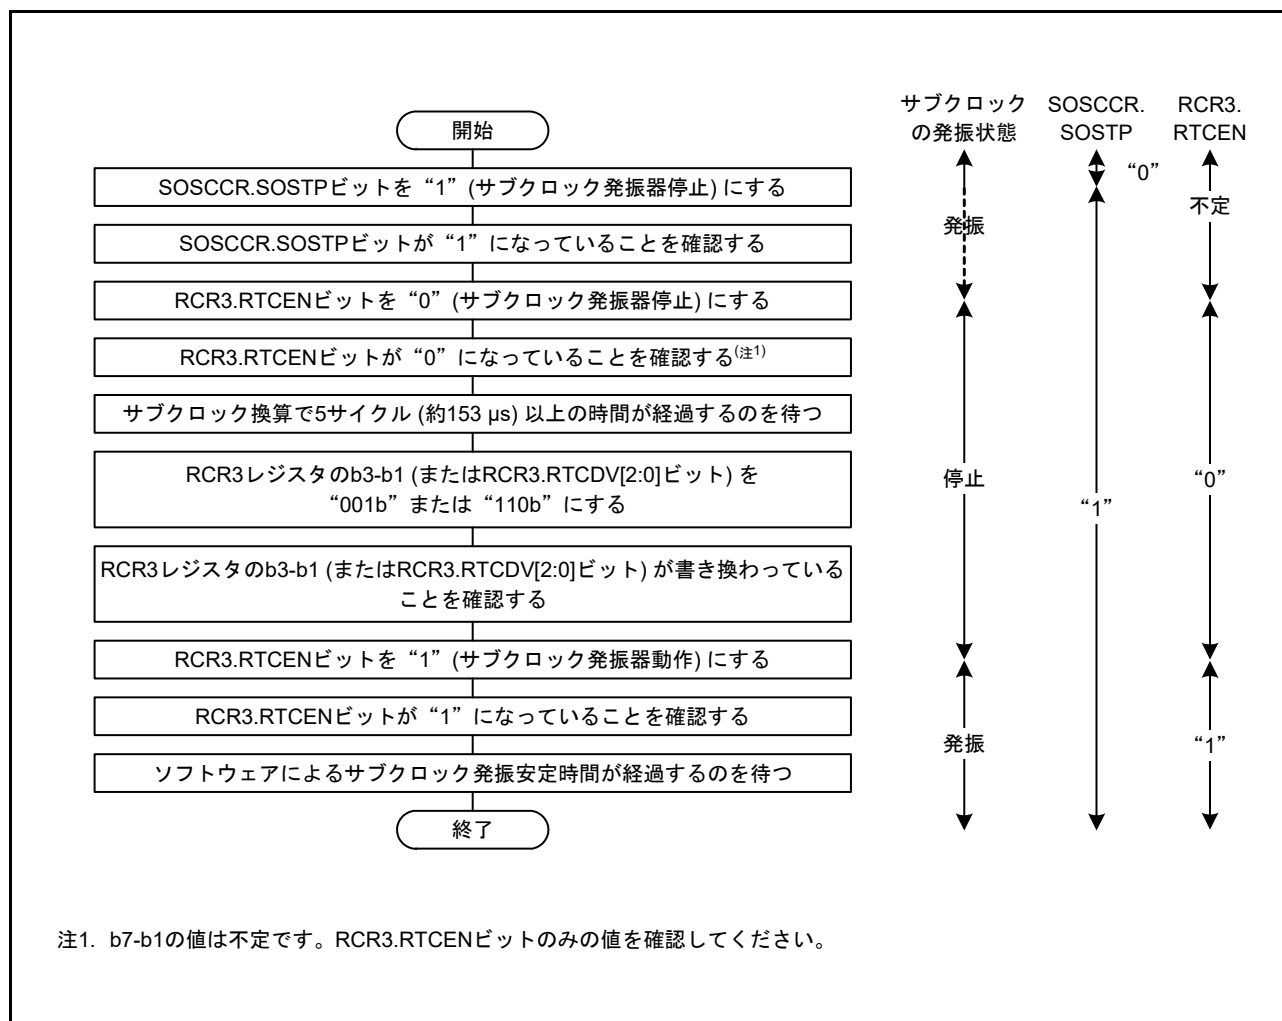

図 9.11 サブクロックをリアルタイムクロックのカウンタソースのみに使用する場合の初期化フローチャート例
- サブクロックをリアルタイムクロックのカウンタソースのみに使用する場合は、図 9.11 のフローチャートの例に従って初期設定してください。その後、「24.3.2 クロックとカウンタモード設定手順」に記載されたクロック設定手順に従って設定してください。